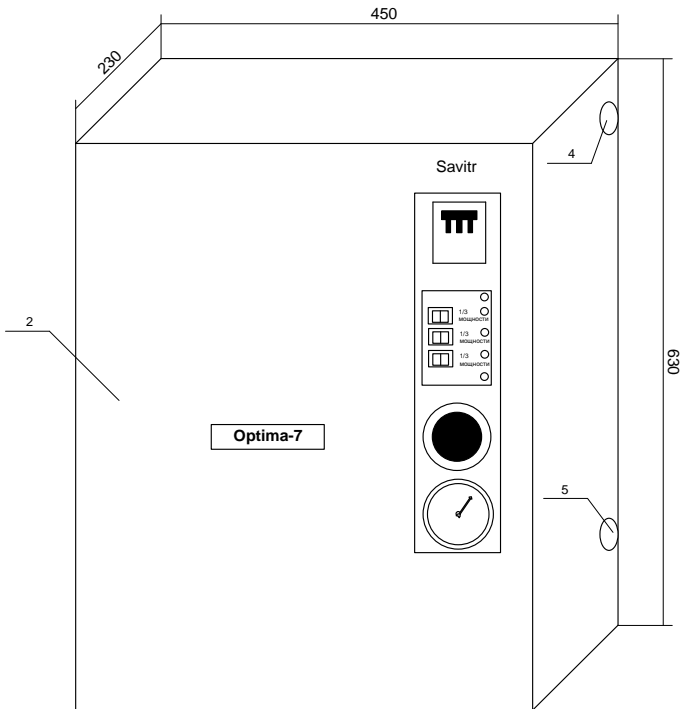

Рисунок 2. Общий вид водонагревателя «Optima»
6.1. Для подготовки водонагревателя электрического серии «Optima» к работе, необходимо подсоединить его к отопительной системе, закрепив его на стене таким образом, чтобы в случае срабатывания клапана безопасности (поз.17 рис.2) теплоноситель мог свободно стекать вниз.
6.4. Подключение к сети 380В. Для электрического питания котла необходимо подключить три фазы к силовой колодке (поз.10 рис.2), соответственно к клеммам А, В, С и нейтраль к клемме N. Для подключения водонагревателя к электросети необходимо использовать кабель определенного сечения (см. таблица 1). Рекомендуется силовые кабели и кабели управления прокладывать отдельно, для этого в корпусе предусмотрены отдельные кабельные вводы (поз 4 и 5 рис. 2).
6.7. Заземлите водонагреватель. Контакт заземления (поз.11 рис.2), соедините медным гибким проводом, сечением не менее 2,5 мм² с заземляющей магистралью. Последовательное включение в заземляющую магистраль запрещается!
- выберите необходимую мощность водонагревателя. Для этого включите любые одну, две или три клавиши мощности на блоке управления 22 (рис.2);
- установите необходимую температуру теплоносителя регулятором температуры 8 (рис.2) и температуру воздуха в помещении на комнатном термостате (в случае его использования);